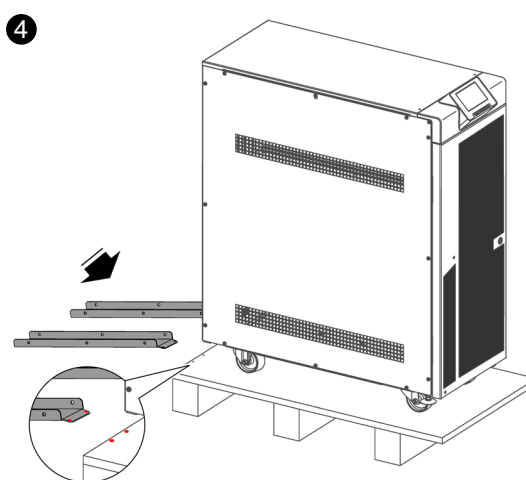

Fig. 25. Montage des guides sur la palette.
- ❹ Assemblez les guides sur la palette comme indiqué sur la Fig. 25.